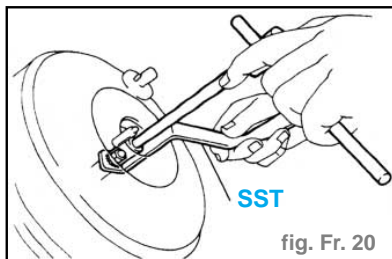

fig. Fr. 20
- À l'aide du SST, régler la longueur de la tige de poussée du servofrein jusqu'à ce que celle-ci touche légèrement la tête de l'axe (**REF SST 09737-00020**). (fig. Fr. 20)